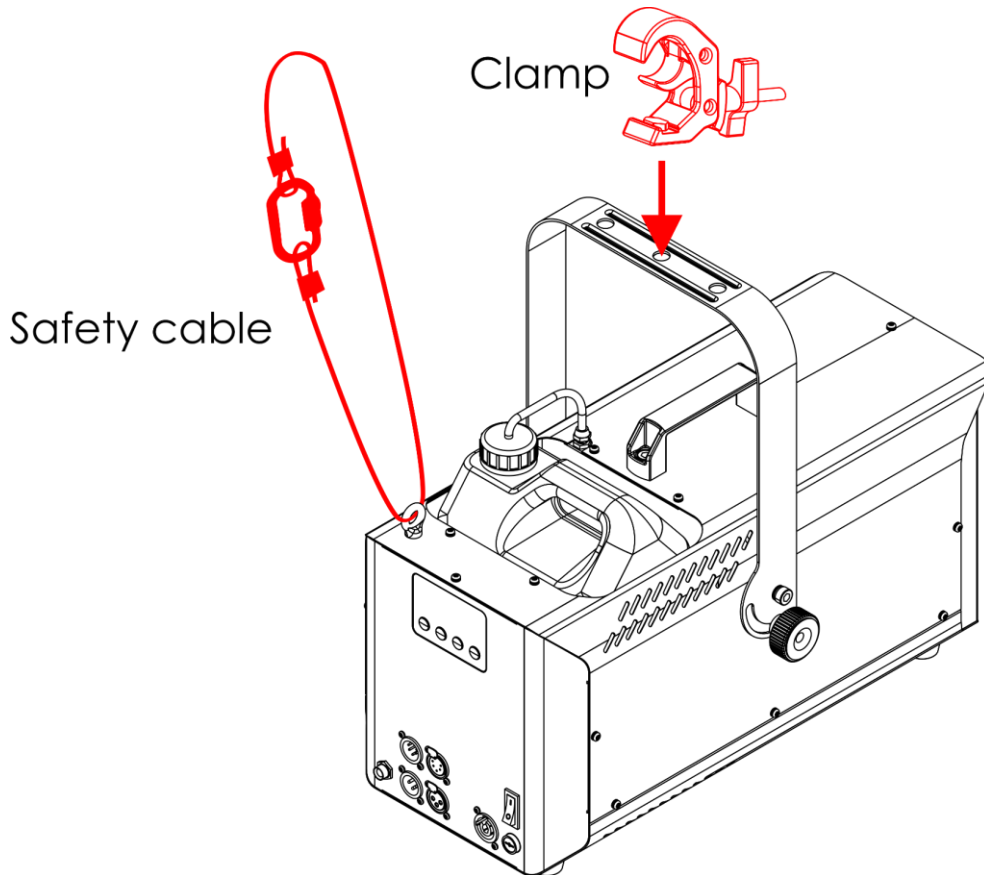

Fig. 05
- 01) Gebruik een klem om het apparaat aan de draagconstructie te bevestigen, zoals getoond in Fig. 05. Zorg ervoor dat het apparaat niet vrij kan bewegen.
- 02) Zet het apparaat vast met een secundaire ophanging, bijvoorbeeld een veiligheidskabel. Zorg ervoor dat de secundaire ophanging 10 keer het gewicht van het apparaat kan dragen. Indien mogelijk moet de secundaire ophanging worden bevestigd aan een draagconstructie die onafhankelijk is van de primaire ophanging. Steek de veiligheidskabel door het **veiligheids oog (15)**, zoals getoond in Fig. 05.